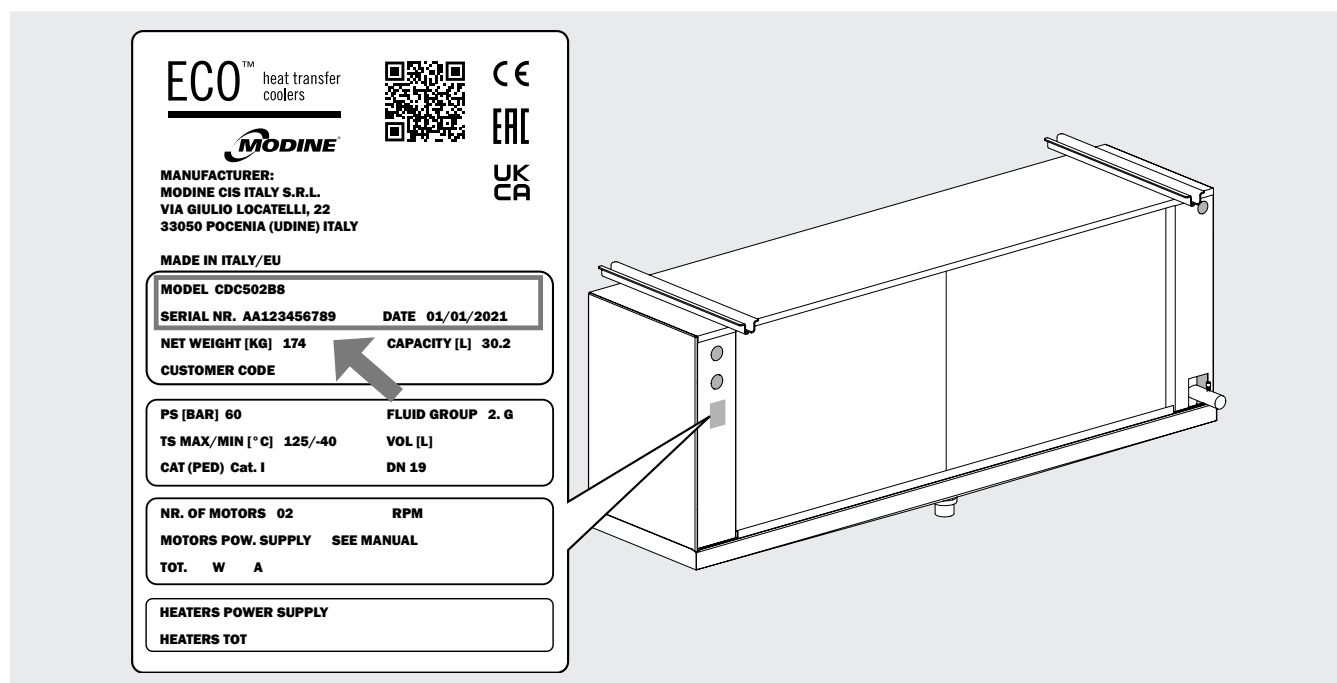

Figura 1
- 3.1 Para cualquier comunicación, pedido de asistencia o repuestos, suministrar el nombre del modelo y el número de serie colocado en la placa de datos. Véase la Figura 1.